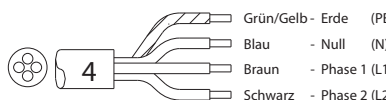

Abb. 8
- (Abb. 8) 2 N~ 400V (4 adriges Kabel)